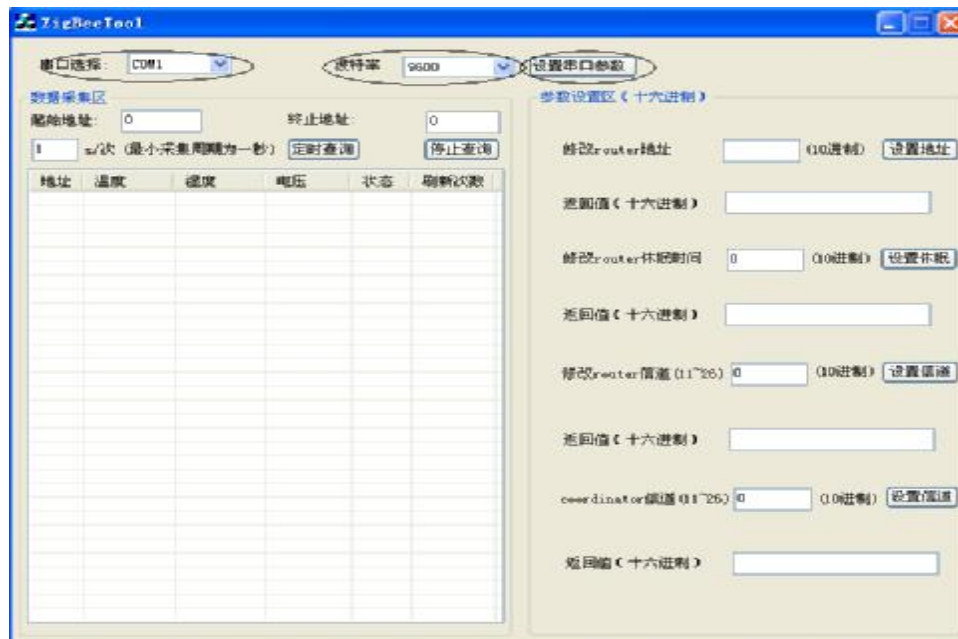

图 1 软件 ZigBeeTool 中串口和波特率的设置
- A 打开软件 ZigBeeTool，开始设置参数，如图 1 所示，将串口设置成已连到 PC 的对应串口，波特率设置成 9600，点击“设置串口参数”，显示“串口参数设置成功”，即为设置正常。